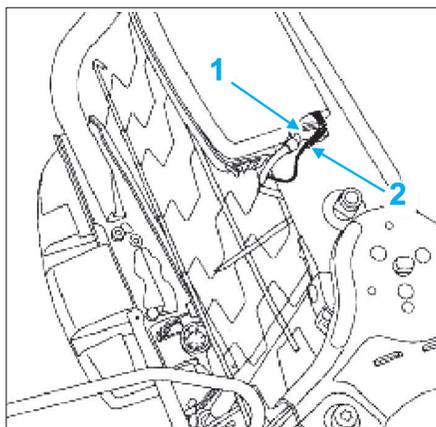

Fig. 9
- le connecteur (1) de l'airbag (Fig.9),